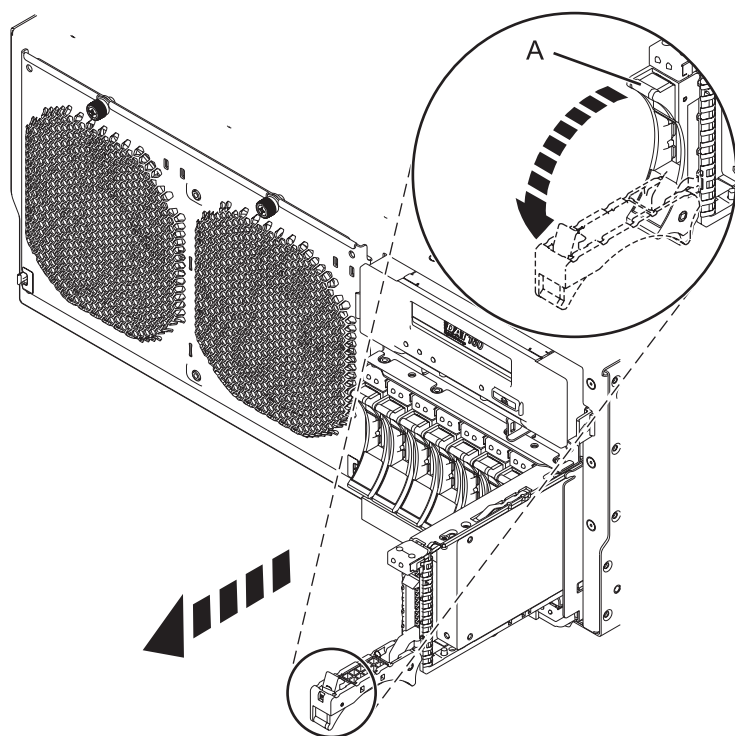

Figura 28. Extracció d'una unitat de disc del sistema
1. Desbloqueu la nansa de la unitat fent pressió i estirant-la cap a vosaltres, tal com es mostra a la Figura 28.